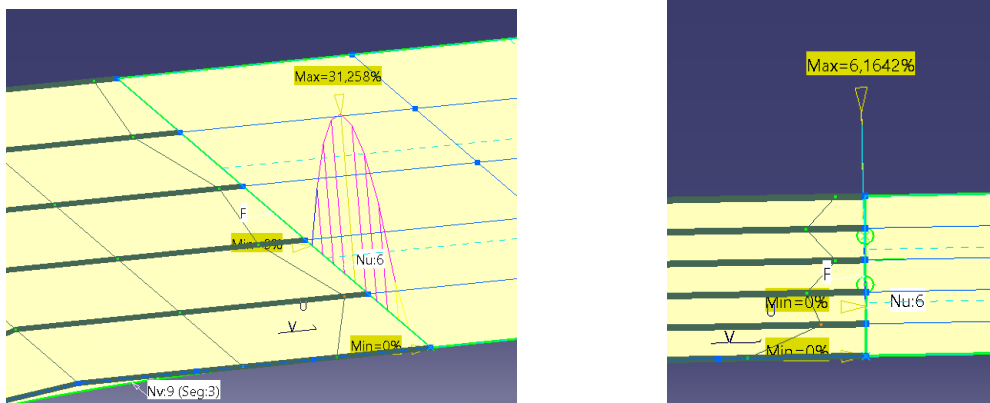

Figura 4.7 Pérdida de continuidad al acercar mucho uno de los puntos.
Se logra G2 al ponerles en un plano tangente, el error obtenido es del 0% pero la conclusión anteriormente escrita que decía: cuanto más cerca esté la primera fila de puntos del borde contiguo... es errónea porque si se acerca demasiado se pierde G2 como se ve en la *Figura 4.7*:
- Antes se ha dicho que cuanto más cerca esté la primera fila del borde contiguo mejor, pero teniendo cierta prudencia porque se puede perder G2 como en la *Figura 4.7*. Sí que se
Para solucionar G2 de la *Figura 4.7*: